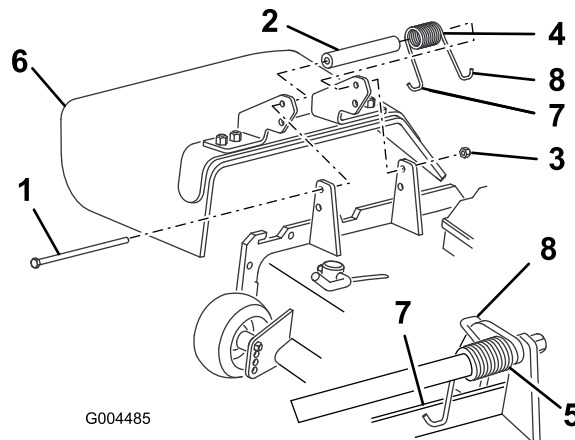

Bild 76
2. Entfernen Sie die Sicherungsmutter, Schraube, Feder und das Distanzstück, mit denen das Ablenkblech an den Drehhalterungen befestigt ist (Bild 76).
3. Legen Sie das Distanzstück und die Feder zwischen die Halterungen des Ersatzablenkbleches (Bild 76).
befindet, bevor Sie die Schraube einsetzen, wie in Bild 76 abgebildet.
Hinweis: Führen Sie das J-förmige Hakenende der Feder um das Ablenklech (Bild 76).